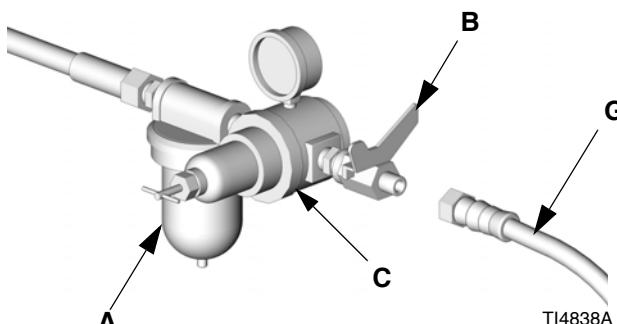

Рис. 3
- Соедините второй конец воздушного шланга (G) с выпускным отверстием клапана отключения подачи воздуха. См. Рис. 3.